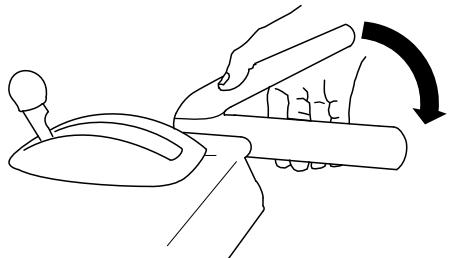

Figure 20
- Pour engager la vis sans fin/turbine, serrez le levier droit (vis sans fin/turbine) contre la poignée (Figure 20).